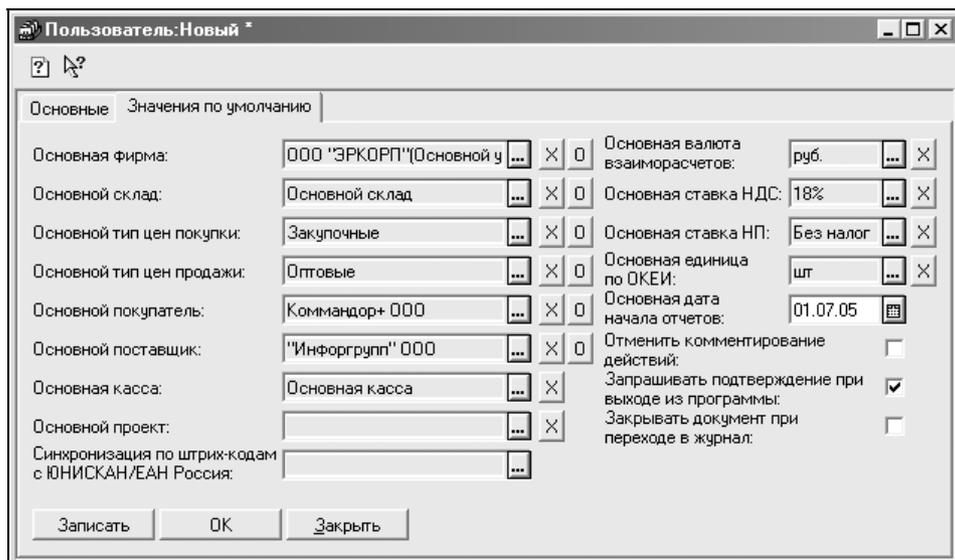

Рис. 3.51. Вкладка Значения по умолчанию диалогового окна Пользователь
- ◆ На вкладке **Значения по умолчанию** для пользователя задаются индивидуальные настройки автоподстановки в документы (рис. 3.51).